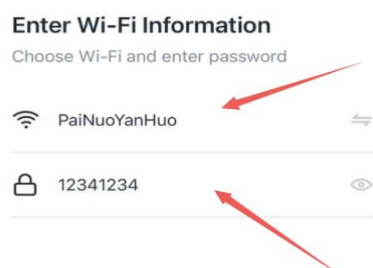

figura B-3
3. Inserire la password del Wi-Fi e confermare, come mostrato nella figura B-3.